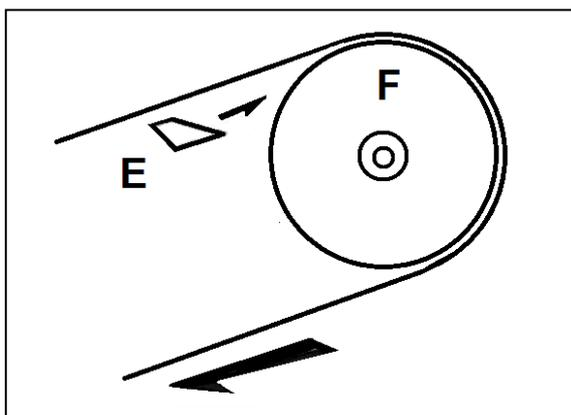

Abb. 8-8: Überprüfung der Sägebandleitung
- Wird der Gewindestift (D) im Uhrzeigersinn gedreht, liegt das Sägebänder enger am Flansch an.
- Wird der Gewindestift (D) gegen den Uhrzeigersinn gedreht, wird das Sägebänder weiter vom Flansch weg bewegt. Wird es zu weit weg bewegt, löst es sich ab.
- Einen Streifen Papier (E, Abb. 8-8) zwischen Sägebänder und Schwungscheibe (F) einschieben.